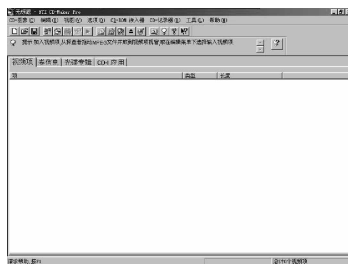

图 12
(1) 打开“编辑”菜单, 选择“输入视频播放项”。选择要复制的文件, 也可以在资源管理器中选择要复制的文件, 拖放到“视频项”工作区中, 如图 12。
(2) 在“CD 记录器”菜单下选择“写光盘”。选择合适的写方式, 先进行仿真刻录, 成功后正式刻录。